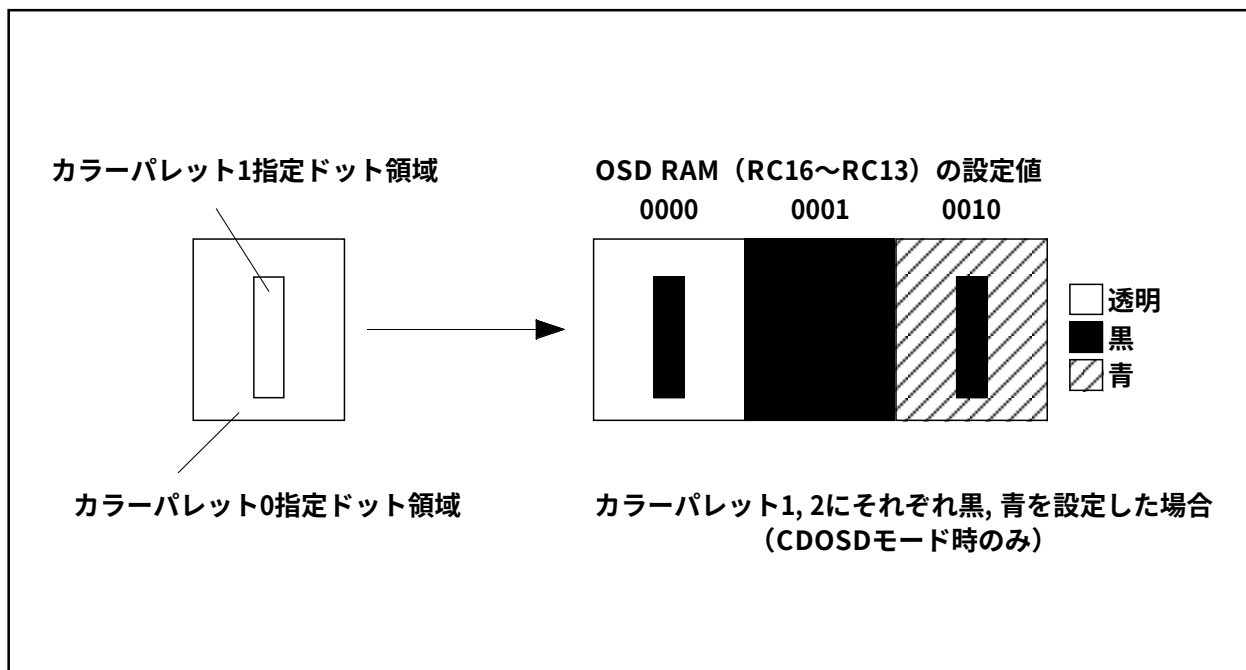

図2.16.27 CDOSDモード時のカラーパレット0, 8の設定
3. 図2.16.27を参照してください。
また、CDOSDモードに限り、カラーパレット0を選択したドットは、文字単位で、OSD RAMのRC13～RC16で設定されたカラーパレットに着色されます（図2.16.27参照）。